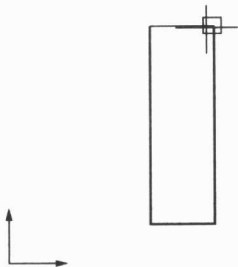
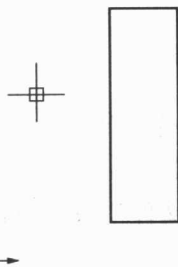

图 2-6 黄色捕捉框
图 2-7 绘制完成的矩形
(5) 向下移动鼠标,输入 480 并按 Enter 键。向右移动鼠标,靠近起始点时,将出现黄色方框(此方框为捕捉框),如图 2-6 所示,单击鼠标左键完成一个矩形的绘制,如图 2-7 所示,右键单击结束直线绘制操作。